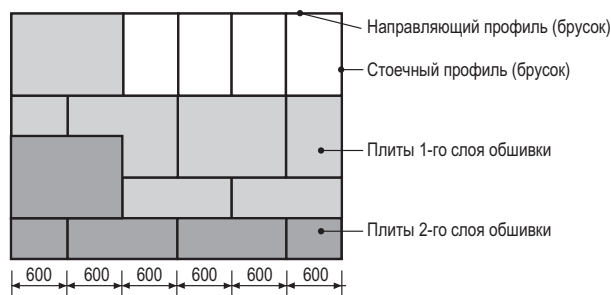

Рис. 2. Крепление плит при двухслойной обшивке
- 5.1.17. Плиты крепятся к каркасу самонарезающими винтами с шагом не более 250 мм. При двухслойной обшивке шаг саморезов для первого слоя плит составляет не менее 400 мм. Вертикальные (торцевые) стыки должны быть смещены по горизонтали на шаг стоек (600 мм). При двухслойной обшивке торцевые стыки плит первого слоя должны быть также смещены относительно стыков плит второго слоя на шаг стоек (600 мм). Горизонтальные стыки первого и второго слоев обшивки смещены друг относительно друга не менее чем на 400 мм (рис. 2). Максимальный консольный свес плиты от центра стойки не должен превышать 150 мм.